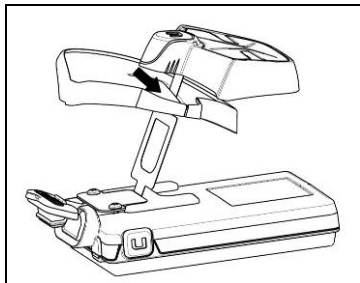

Fig. 4
- Insérez le câble flexible du système ESS dans la fente de l'adaptateur sélectionné comme cela est indiqué, en respectant le sens d'insertion montré sur l'image. (Fig. 4) ;